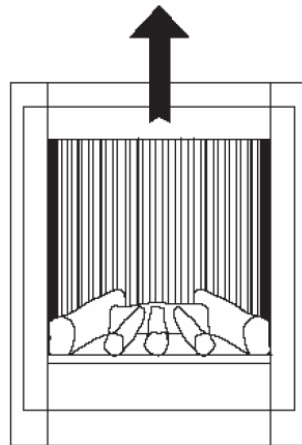

Fig.9
- 1) Verwijder het voorfront door het op te tillen en naar voren te halen (zie fig. 9). Let op dat u geen lakbeschadiging veroorzaakt.